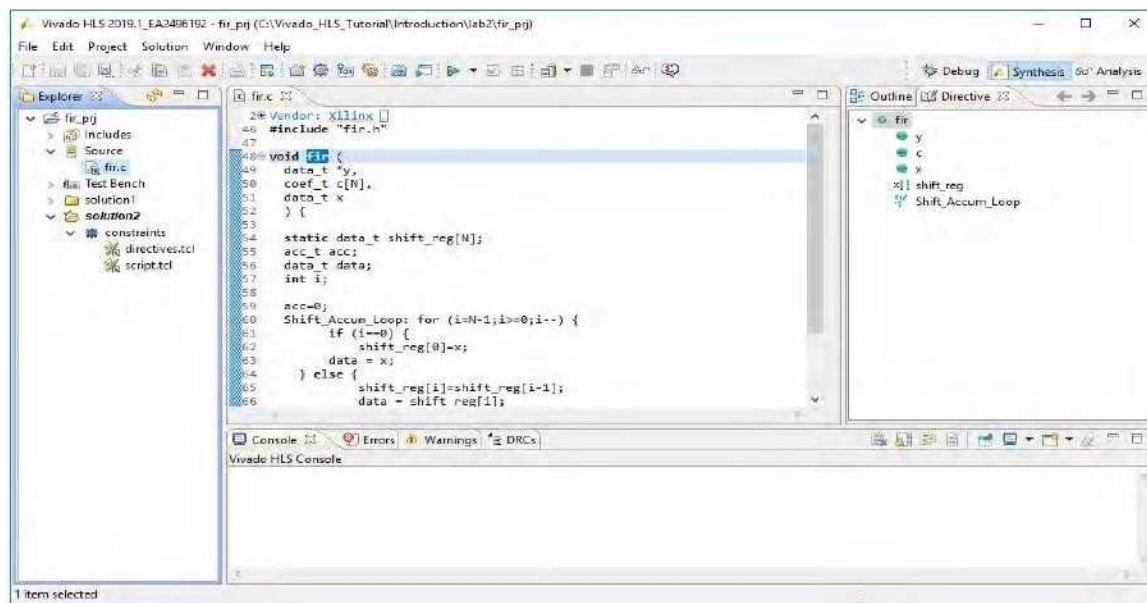

图 2-21: 打开选项卡
- 4.在资源管理器窗格 (*Explorer pane*) 中展开源容器(如图 2-21 所示)。
在图 2-21 的右侧显示的选项卡列出了设计中可以优化的所有对象。在 **Directive** 选项卡中，你可以向设计中**添加优化指令**。您只能在信息窗格中打开源代码时才能查看选项卡。